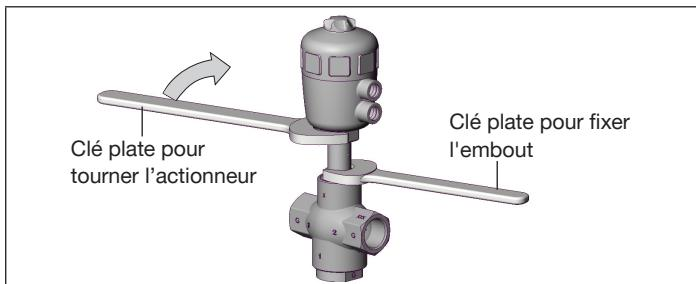

Fig. 2 : Tourner avec une clé plate
- Positionner une clé plate appropriée sur le six pans de l'actionneur (voir « Fig. 2 »).
- Tournez l'actionneur uniquement dans le sens prescrit (voir « Fig. 2 »).